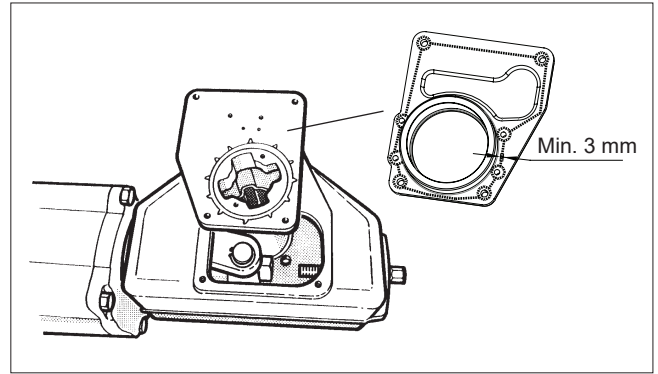

Abb. 14 Anbringen der Abdeckung auf dem Gehäuse
- Tragen Sie ein Dichtmittel, z. B. Loctite 225, auf das Gewinde der Lagereinheitsschraube (29) auf und ziehen Sie die Schraube wie in Tabelle 2 fest.
- Befestigen Sie die Gehäuseabdeckung vorübergehend so, dass die Lager der Sekundärwelle funktionieren, das Gestänge jedoch noch sichtbar ist, siehe Abb. 14. Beachten Sie die Erdungsringe (3A, 4A).
- Reinigen Sie das Gehäuse und decken Sie die Kontaktfläche ab. Tragen Sie eine angemessene Menge (min. 3 mm Durchmesser, wie in Abb. 14 gezeigt) Dichtmittel, z.B. Silikonmasse, auf die Schnittstelle zwischen Gehäuse und Deckel auf und befestigen Sie den Deckel.
- Reinigen Sie das Gehäuse und decken Sie die Kontaktfläche ab. Tragen Sie eine angemessene Menge (min. 3 mm Durchmesser, wie in Abb. 14 gezeigt) Dichtmittel, z.B. Silikonmasse, auf die Schnittstelle zwischen Gehäuse und Deckel auf und befestigen Sie den Deckel. Siehe Tabelle 2 für das Drehmoment.
- Bringen Sie ein neues Druckablassventil (58) am Gehäusedeckel an.